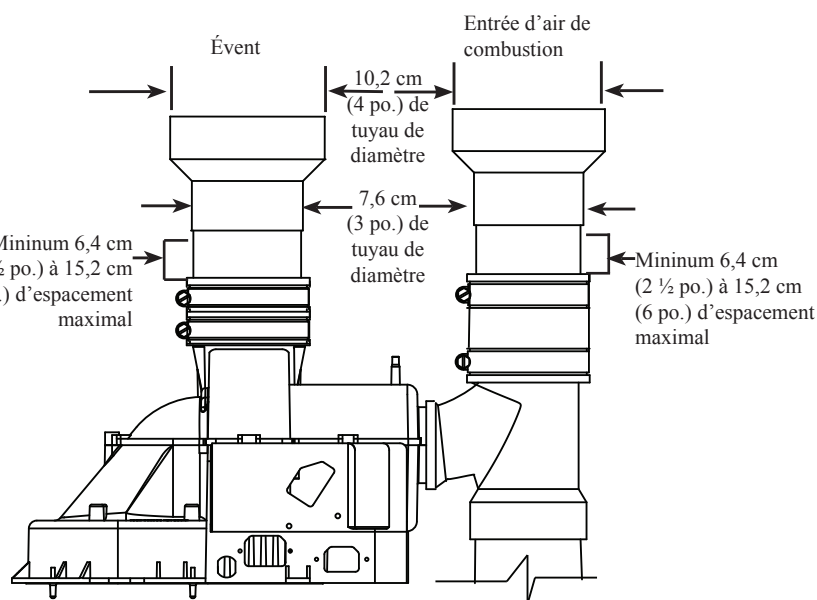

Figure 2
- Avec un raccord réducteur de 7,6 cm (3 po) à 10,2 cm (4 po) de diamètre (voir Figure 2).
- Suivi par un raccord de 7,6 cm (3 po.) à 10,2 cm (4 po.) de diamètre (Voir Figure 2).